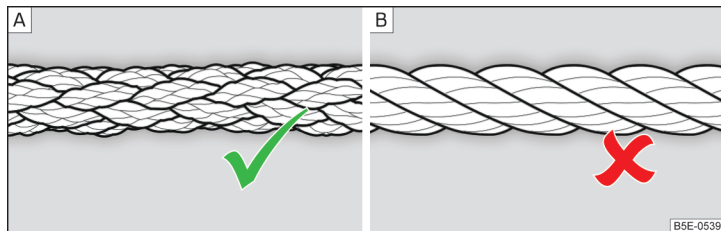

Abb. 268 Geflochtenes Abschleppseil / Gewundenes Abschleppseil
Zum Abschleppen mittels eines Abschleppseils nur ein geflochtenes Kunstfaserseil » Abb. 268 - **A** verwenden » **!**.
- Zum Abschleppen ist kein gewundenes Abschleppseil zu verwenden » Abb. 268 - **B**, die Abschleppöse könnte sich am Fahrzeug herausdrehen - es besteht Unfallgefahr.